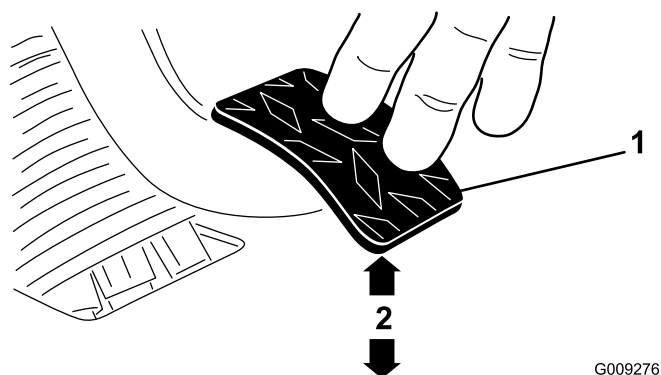

Figura 74
3. Ajuste as porcas ou as juntas até que a extremidade traseira do pedal de embraiagem esteja a 9,5 + 3 mm da parte superior da chapa do piso, aplicando uma força de 1,8 quilos no pedal (Figura 74).